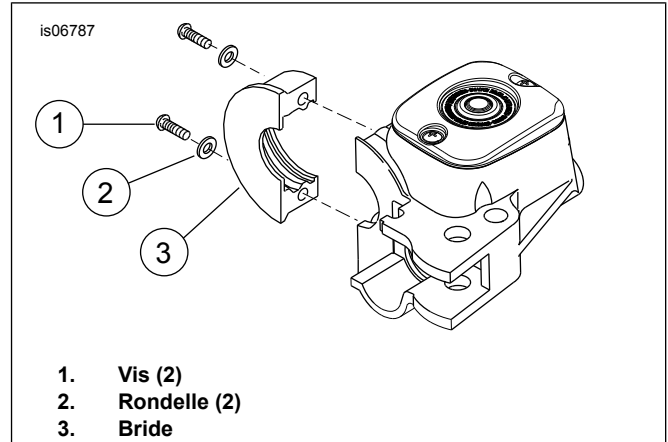

Figure 1. Déposer le collier
2. Voir Figure 1. Retirer les vis (1), les rondelles (2) et le collier (3).